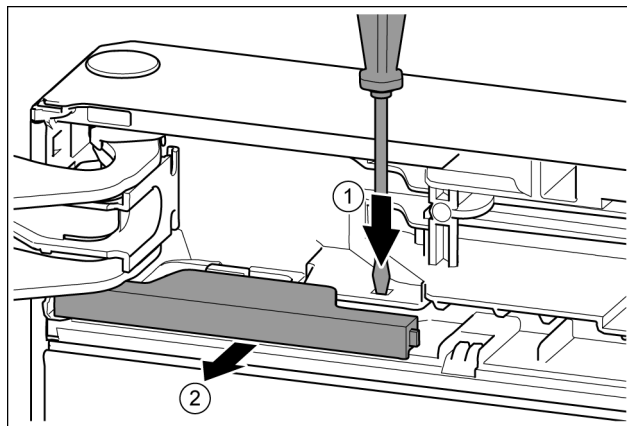

Fig. 11
- ▶ Lasche mit Schlitzschraubendreher drücken. Fig. 11 (1)
- ▶ Abdeckung aus der Verrastung ziehen. Fig. 11 (2)